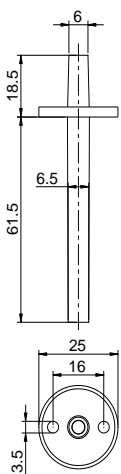
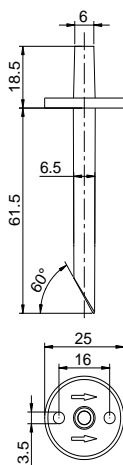
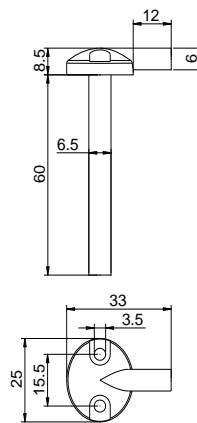

图 2: 静压采样头 1003
图 3: 全压采样头 1005
图 4: 静压采样头 1009
1. 先安装采样头,如图 2、图 3、图 4。每个采样头用 2 枚螺丝固定安装在现场引压处,较长端(约 60mm)插入引压处。要注意插入后需要将开孔缝隙重新密封,以免系统漏气。如选用全压采样头 1005,安装时,图 3 所示箭头方向必须与气流方向相同。